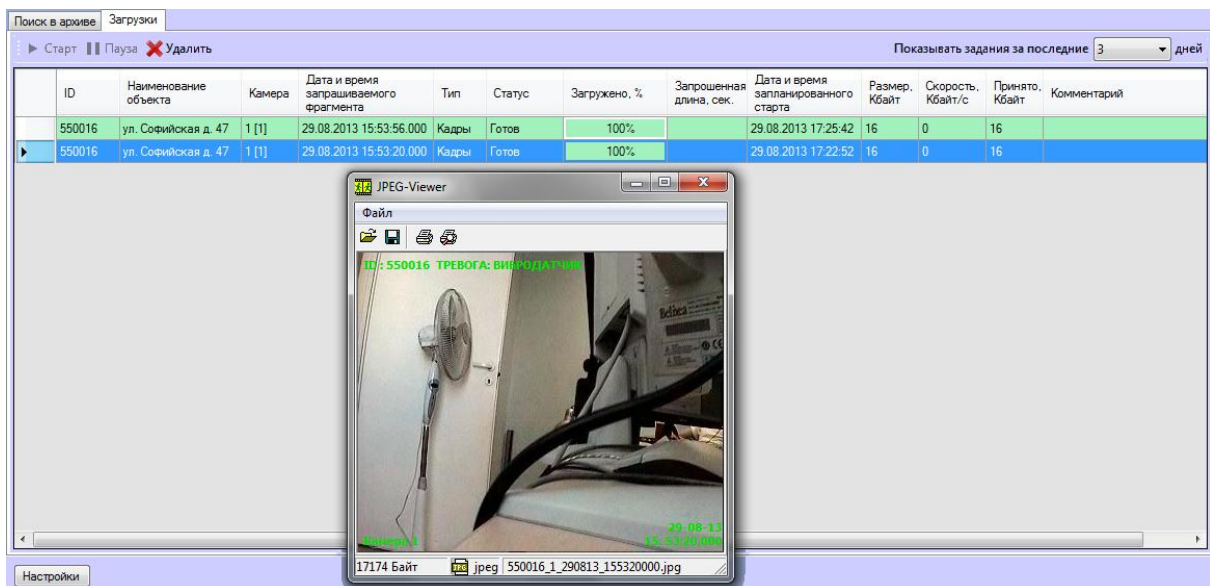

Рис. 5.4—2 Открытие загруженного кадра
11. Процесс выполнения задания можно посмотреть на вкладке **Загрузки**. При успешной загрузке данных если опция **Сразу открыть** была включена, то загруженный кадр отобразится на экране монитора (Рис. 5.4—2).